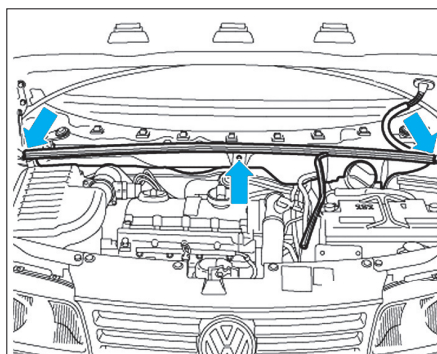

Fig. 31
- Déposer les vis (flèches) et retirer le revêtement par l'avant (Fig.31).